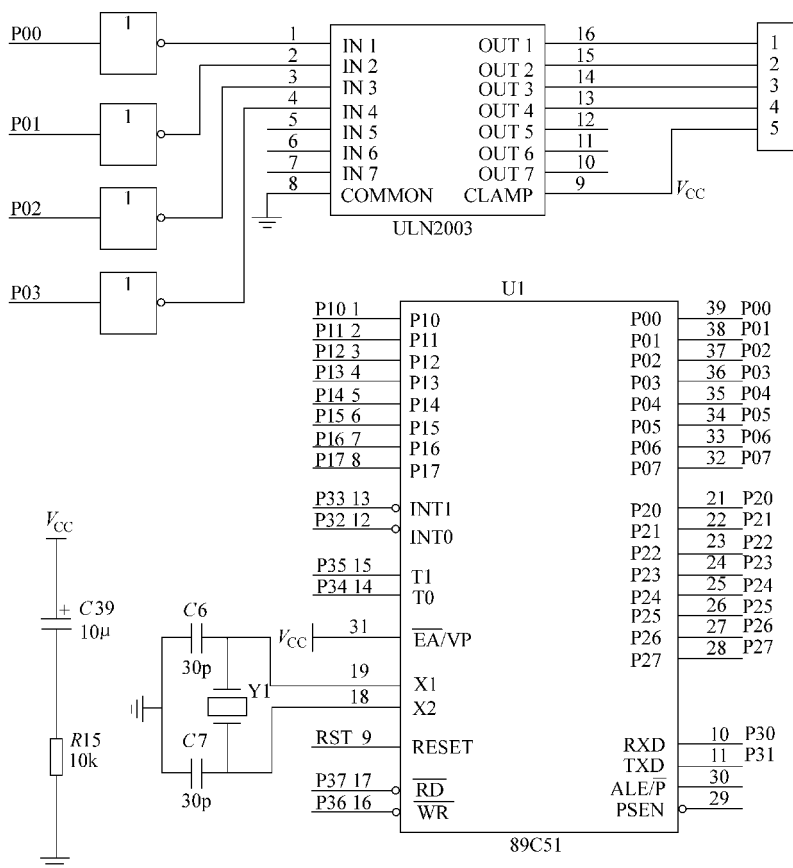

图 10-29 硬件原理
1) 实现功能：开机电动机正转，按住按键 S1 时反转。硬件原理如图 10-29 所示。